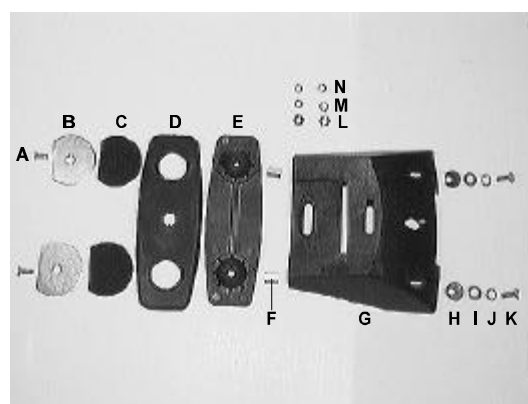
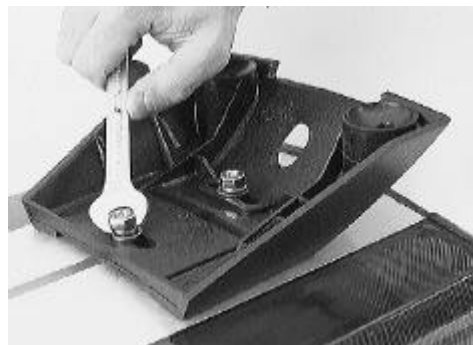

Bild 1: Komponenten für jede Halterung des Kit (permanente Befestigung)
Bild 2
Befestigen Sie die Plastikhalterungen ("G" in Bild 1) mittels dieser Schrauben an den Lichtbalken, diese in die zwei Rillen einer jeden Halterung eingeführt, siehe Bild 2, und mittels der M8-Muttern («L» in Bild 1), M8-Flachscheiben («M» in Bild 1) und M8-Grower-Scheiben («N» in Bild 1) verschraubt werden. Da das Fahrzeugdach möglicherweise nicht horizontal ist, kann durch Verschieben der Halterung auf diesen Rillen die Neigung korrigiert werden. Ziehen Sie die Muttern noch nicht fest, damit die Halterung noch verschoben werden kann.
Positionieren Sie die beiden Halterungsunterlagen («E» in Bild 1) in dem Punkt, wo der Lichtbalken montiert werden soll (vorzugsweise in der Mitte der Fläche, und eine Halterung auf jeder Seite des Fahrzeugdaches), wobei Sie diese zu beiden Fahrzeugseiten hin zentrieren, damit beide mit dem gleichen Abstand verbleiben. Versichern Sie sich, dass sich keine Gegenstände im Wageninnern befinden, die beschädigt werden könnten, und dass die Bohrungen nicht mit den Dachverstreben übereintreffen.
- Kleben Sie die 4 Dichtungen ("C" in Bild 1) an jede der 4 Befestigungsplatten ("B" in Bild 1), so wie in Bild 6 gezeigt. Nit der Seite aufkleben, wo die Öffnung eben ist (nicht versenkt).
- Bringen Sie auf dem Fahrzeugdach die Dichtung ("C" in Bild 1) an und über dieser die Halterungsunterlage ("E" in Bild 1) in einem der beiden Befestigungsbereiche (Bild 8). Setzen Sie die 2 Lichtbalkenhalterungs-Befestigungsmuttern ("F" in Bild 1) in die 2 Vertiefungen der Halterungsunterlage (Bild 9).
-Im Fahrzeuginneren mit den M6x15 Senkschrauben ("A" in Bild 1) festziehen. Den Vorgang im anderen Befestigungsbereich wiederholen.